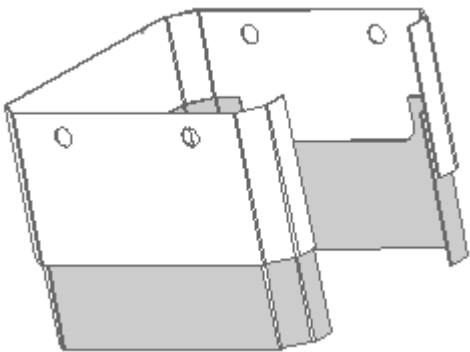

Figura 24: Cubiertas De Patas
- 2. Coloque la pieza más corta, con los cortes hacia arriba, dentro de la pieza más ancha, con la parte abierta de las dos piezas hacia atrás (Figura 24).
- 1. Quite las cubiertas de las patas deslizando la pieza exterior de la cubierta de la pata hacia abajo, desenganchando las muescas extruidas de la base de aluminio (vea la Figura 24).